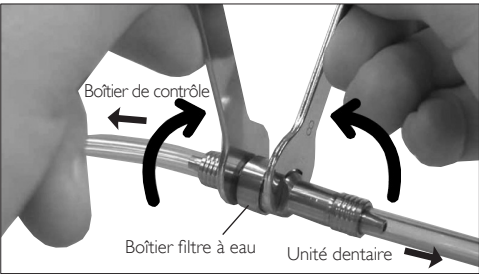

Fig.18
- 2) Montez deux Insertss plates (5x8) et tournez-les conformément à l'illustration de la. **(Fig.18)**